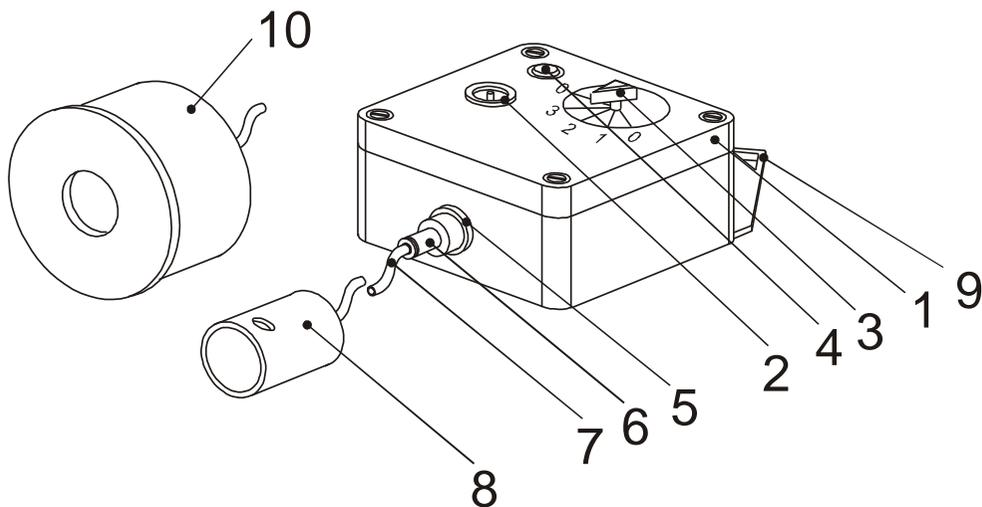

Рис. 1. Внешний вид генератора
1.4.1. Внешний вид генератора показан на рис. 1. На верхней крышке корпуса генератора **1** расположены разъем ЗАРЯДКА **2**, переключатель режимов работы **3**, светодиод включения и состояния блока аккумуляторов **4**. На передней панели корпуса расположены гайка **5**, закрепляющая фитинг **6** для присоединения фторопластовой трубки **7**. Градуйрочная насадка **8** предназначена для подачи смеси на вход проверяемого прибора. Для переноски генератора на задней панели установлен крепежный элемент **9**. Фильтр-поглотитель **10** служит для поглощения хлора из смеси во время выхода генератора на режим и между использованием.
2.1.2. Перед использованием полностью зарядите блок аккумуляторов: переведите переключатель 3 режимов работы в положение 0 ( выкл ), выходной разъем зарядного устройства вставьте в разъем ЗАРЯДКА **2** (см. рис. 1). Подключите зарядное устройство к сети переменного тока 220 В, 50 Гц. Время первой зарядки составляет не менее 8 часов.
2.2.1. Поместите генератор в вытяжной шкаф или соедините фторопластовую трубку **7** с фильтром – поглотителем **10** (см. рис. 1).